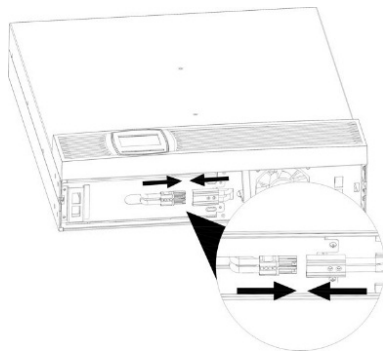

Abbildung 10: Verbinden der Batteriestecker
3. Aus Sicherheitsgründen wird die USV-Anlage mit nicht angeschlossenen Batterien geliefert. Zur Aktivierung der Batterie verbinden Sie die beiden roten Batteriestecker miteinander (siehe Abbildung 10).